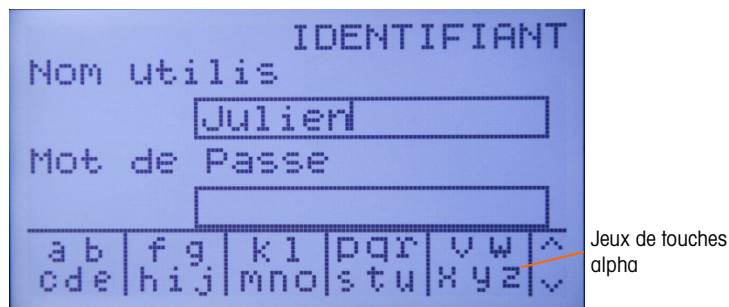

Figure 3-2 : Écran de connexion (touches alphabétiques)
1. Appuyez sur la touche ENTRÉE pour accéder à la case de saisie du nom de l'utilisateur. Les touches programmables deviennent des touches alphabétiques (voir Figure 3-2).
1. Après avoir mis en évidence du libellé du champ Mot de passe, appuyez sur la touche ENTRÉE. Les touches programmables deviennent des touches alphabétiques (voir Figure 3-2) et la mise en évidence se déplace vers la case de saisie du mot de passe.